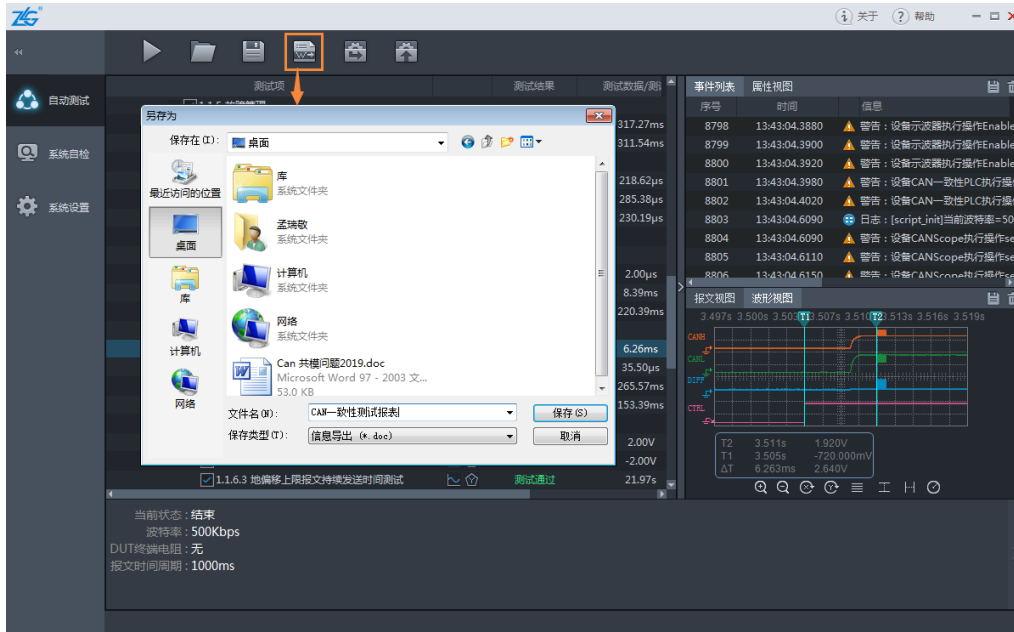

图 5.13 报表导出
如图 5.13 所示，报表导出流程为：①点击“导出报表”图标，弹出“另存为”对话框；②设置好保存路径、文件名等设置后保存即可；③在指定路径查看报表，报表是一份 doc 格式的 word 文档。